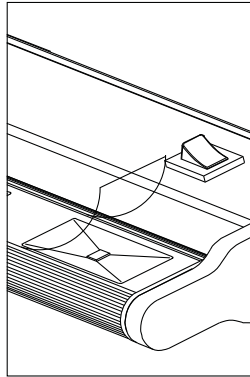

Figure 1
3. Remove protective film from LED swivel bar.- See Figure 1
3. Enlevez le revêtement protecteur de la barre oscillante à DEL. Voir la Fig 1.
3. Retire la película protectora de la barra giratoria de LED.- **Vea Fig 1.**